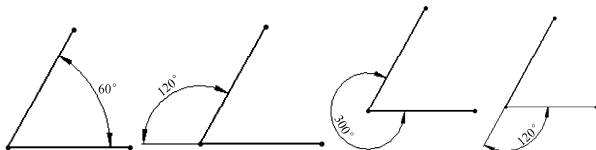

图 2-78 两条直线之间角度的标注形式
- ☒ 两条直线之间的夹角:直接选取两条直线,没有顺序差别。根据光标放置位置的不同,有 4 种不同的标注形式,如图 2-78 所示。